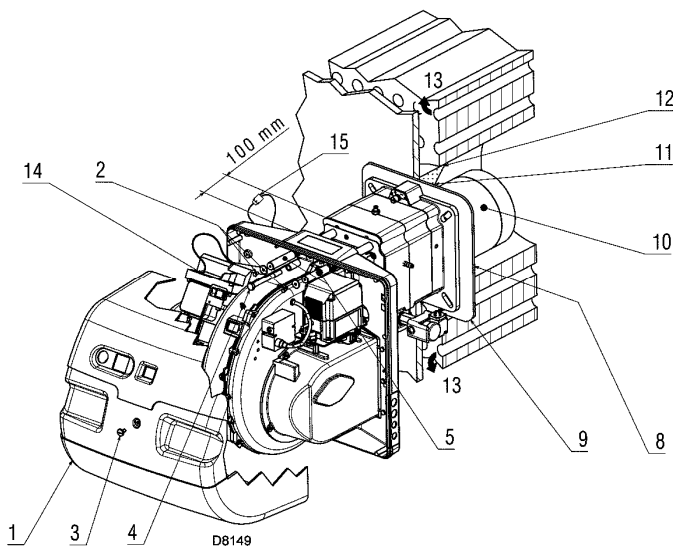

Рис. 13
Данная защитная прокладка не должна препятствовать выниманию головки. Смотри рисунок 13.
На котлы, передняя часть которых охлаждается водой, не требуется ставить огнеупорную прокладку (11) – (12) (рисунок 13), если только это не требует производитель котла.
После этого снимите голову горелки (рисунок 13) следующим образом:
- ослабьте винт (3) и снимите кожух (1);
- снимите винты (2) с направляющих (5);
- выньте штекер (14), отвинтите кабельный сальник (15);
- снимите винт (4);
- сдвиньте горелку назад вдоль направляющих (5) на расстояние приблизительно 100 мм;
Закрепите фланец (9) (рисунок 13) на фланце котла, установив изолирующий экран (8) (рисунок 13), который входит в комплект поставки.
- установите горелку обратно на направляющие (3) и придвиньте её на расстояние приблизительно 100 мм от соединительной муфты (4) – горелка должна находиться в таком положении, как показано на рисунке 13
- присоедините разъём сервомотора и (14) (рисунок 13) и завинтите кабельный сальник (15) (рисунок 13).
- Вставьте винты (2) и стопорный штифт обратно в направляющие (3).
- Закрепите горелку на соединительной муфте с помощью винта (1).